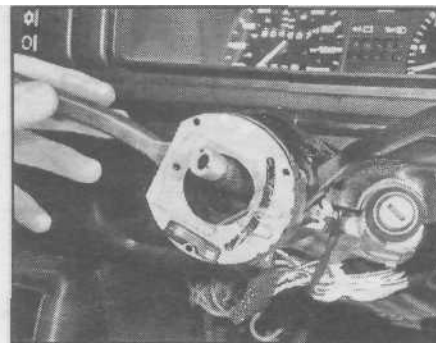

Рис. 12.6. Снимите выключатель указателя поворотов...
- 6 Поверните выключатель указателя поворотов по часовой стрелке и снимите его, заметив положение пластмассовых держателей (см. рис. 12.6)